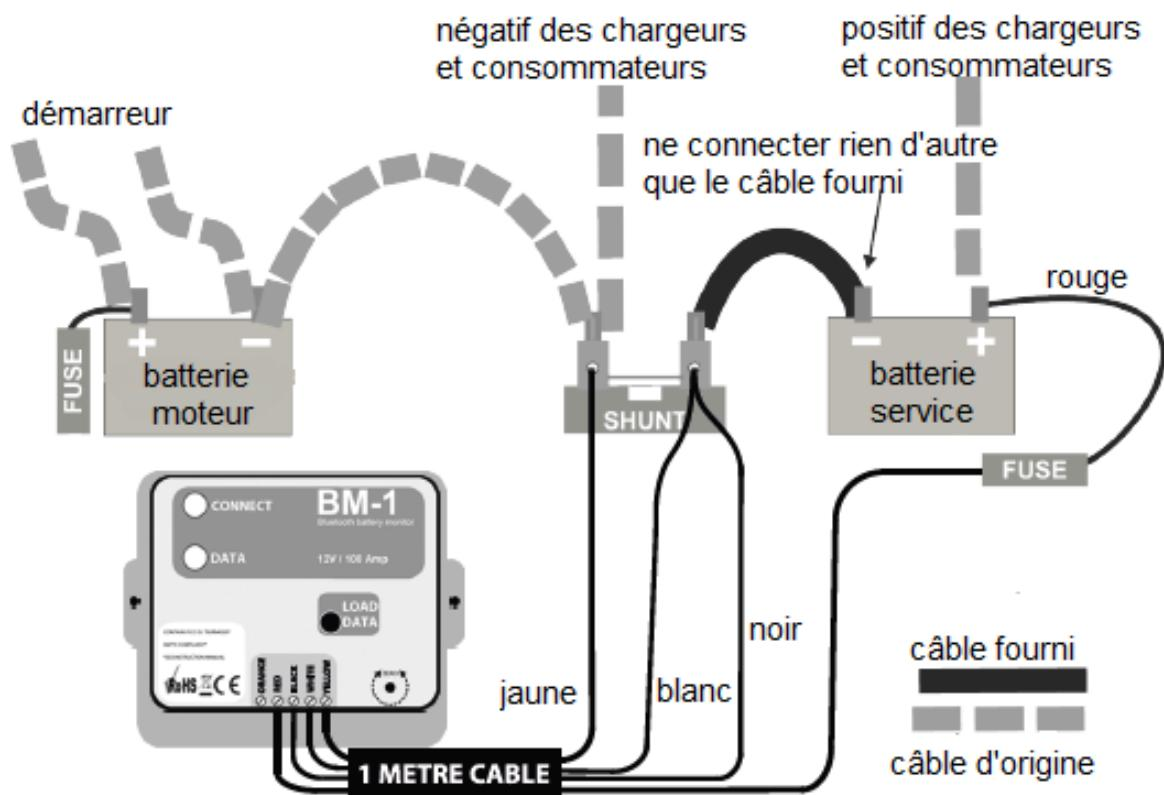

Figure 2 – BATTERIE SERVICE ET MOTEUR
7. Si la tension de la batterie de démarrage doit être surveillée, connectez le fil orange (non fourni) à la borne positive de la batterie moteur, comme illustré à la figure 2. Un fusible de 1 A à proximité de la batterie de démarrage offrira une protection en cas de défaillance.